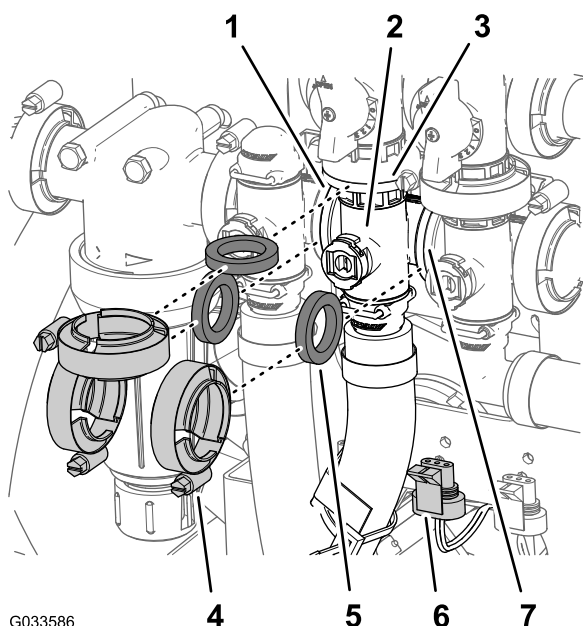

Рисунок 112
- Снимите три фланцевых хомута и три прокладки, которые крепят коллектор клапана перемешивания (Рисунок 112) к перепускному клапану перемешивания,